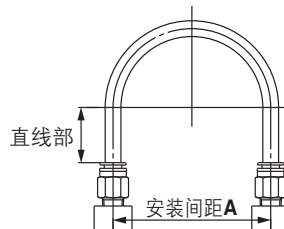

图1 推荐配管图
① 在快换接头上配管时，请按照图1的推荐配管条件，选择软管长度有余量的配管。